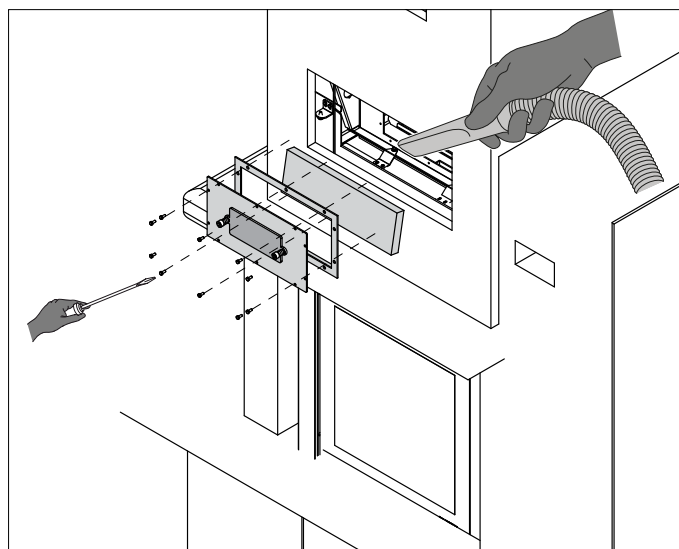

fig. 6.2
- Accédez au compartiment d'inspection du conduit de fumée en dévissant les vis de la soupape de sécurité (fig. 6.2) et extrayez le déflecteur de fumée en magnofix ; vérifiez l'état du joint et remplacez-le si nécessaire.